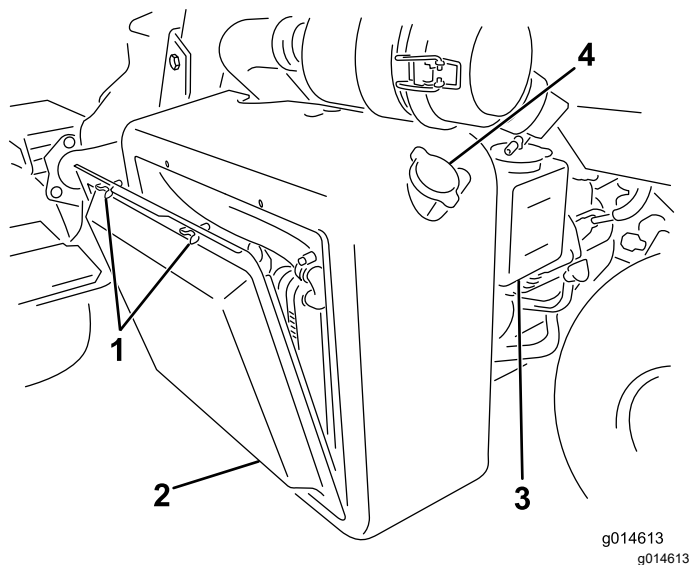
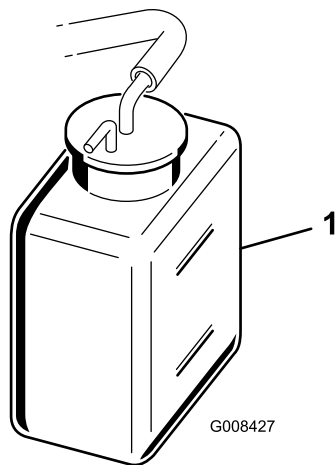

図 41
図 42
1. ラジエーターのスクリーンを外す 図 41。
2. 冷却液の量を点検する 図 41と図 42。